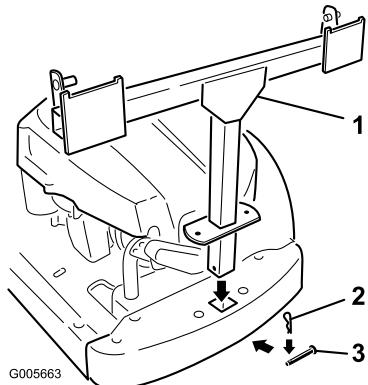

Figure 4
- Fixez le bâti du dispositif de ramassage avec un axe de chape (5/16 x 2-1/4") et une goupille fendue (Figure 4).
- Montez une tige de chaque côté du bâti. Placez le support fendu entre la roue motrice arrière et le bâti. Placez l'extrémité évasée de la tige dans l'ouverture et glissez la tige vers l'arrière (Figure 4).
- Insérez l'extrémité coudée de la tige dans le bâti du dispositif de ramassage, comme illustré à la Figure 4. Fixez les deux extrémités avec des goupilles fendues.